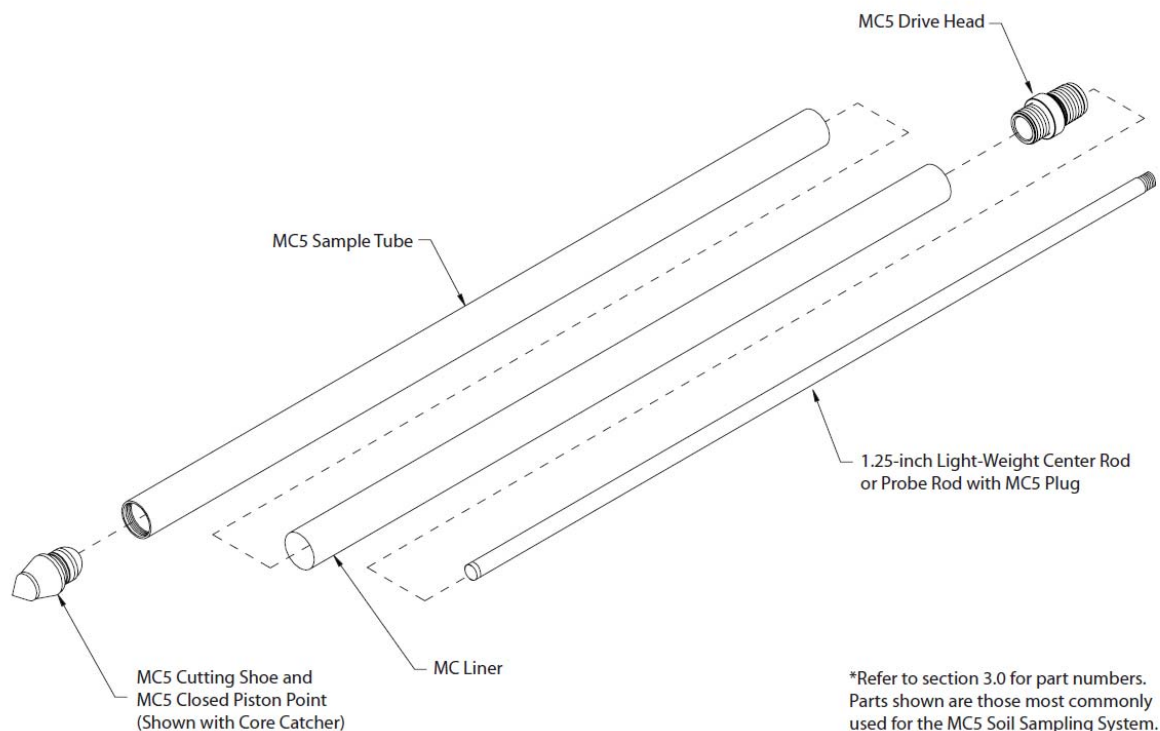
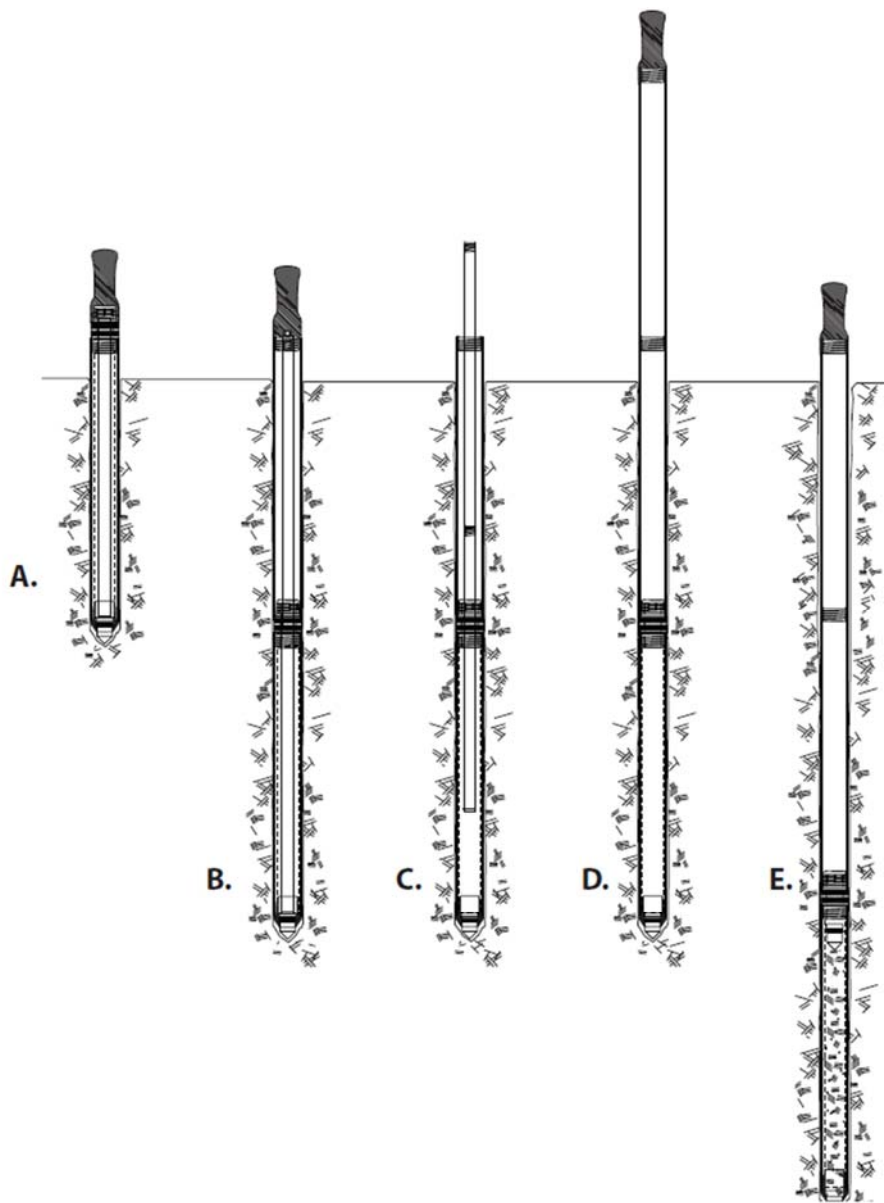

Abbildung 1: MacroCore-Probenahmesystem
Abbildung 2: Linersondierung mit dem MacroCore-Probenahmesystem
Die Bodenproben werden in Linern mit einem Innendurchmesser von 38 bzw. 60 mm gewonnen. Diese werden in einem Sondiergestänge mit einer mittels Innengestänge entriegelbaren Verschlussmechanik platziert (vgl. Abbildung 1, sowie Abbildung 2 (A)). Das Probenahmesystem wird durch meterweises Aussetzen von Sondier- und Innengestänge in die gewünschte Probenahmetiefe gerammt (B). Damit kein verschlepptes Bodenmaterial aus den oberen Horizonten in den Liner gelangt, ist das System mit einer Verdrängerspitze ausgestattet. Diese wird erst im Zielhorizont entriegelt (C). Die Probe kann nun durch Weiterrammen mit der geöffneten Sonde gewonnen werden (D). Anschließend wird die Probe im Liner mit Ausbau des gesamten Gestänges an die Oberfläche geholt und kann entweder direkt geöffnet oder zur weiteren Verwendung luftdicht verschlossen werden.